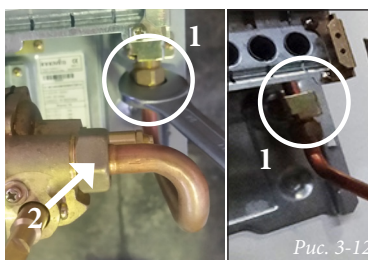
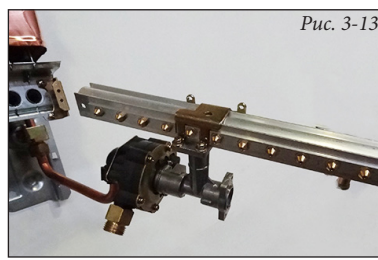
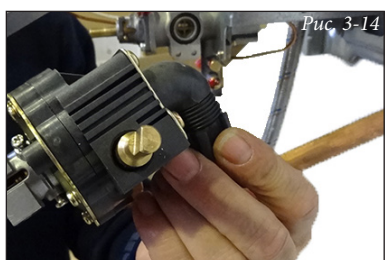
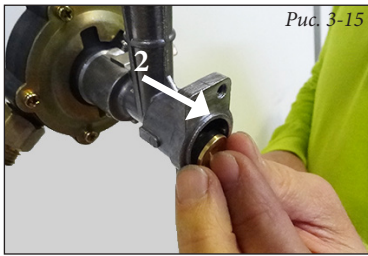

Рис. 3-12
Рис. 3-13
Рис. 3-14
Рис. 3-15
- ослабьте крепление трубки, как показано на Рис. 3-12 (часть 1), и переместите блок воды/газа и газовую рампу вправо, как показано на Рис. 3-13;
- отсоедините блок воды/газа и газовую рампу от стойки подачи воды на Рис. 3-14 и Рис. 3-12 (часть 2) и одновременно извлеките большую пружину и пружину модулирующего клапана (Рис. 3-15);